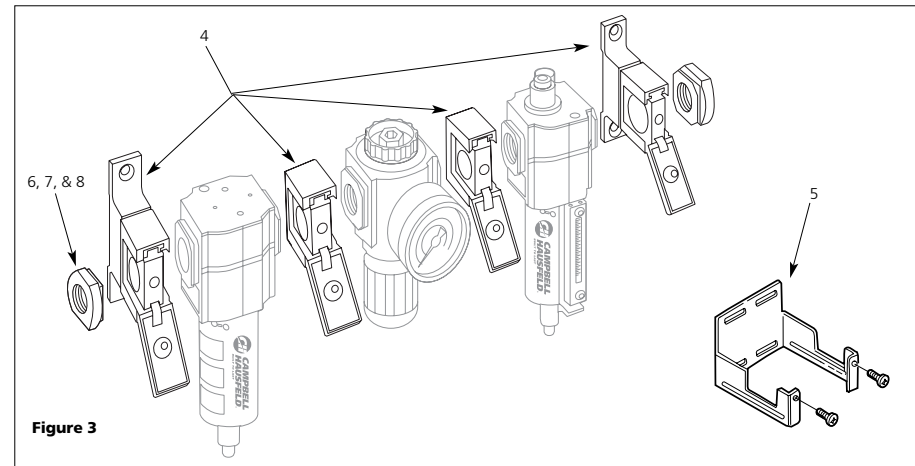

Figure 3
3. Quite el tapón de la bolsa de plástico; use cinta de Teflon® para las roscas e instálolo firmemente en el orificio opuesto del medidor (Vea Fig. 3).